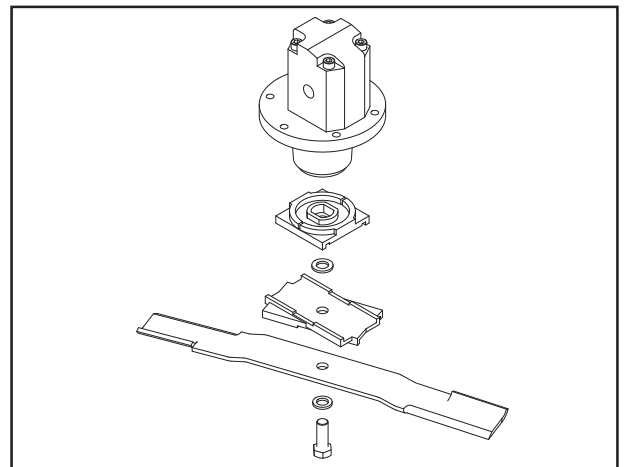

Abb. 22
3. Neues Messer einsetzen. (Abb. 22)
4. Messereinheit in der gezeigten Reihenfolge (Abb. 22) wieder über der hydraulischen Motorspindel einsetzen.